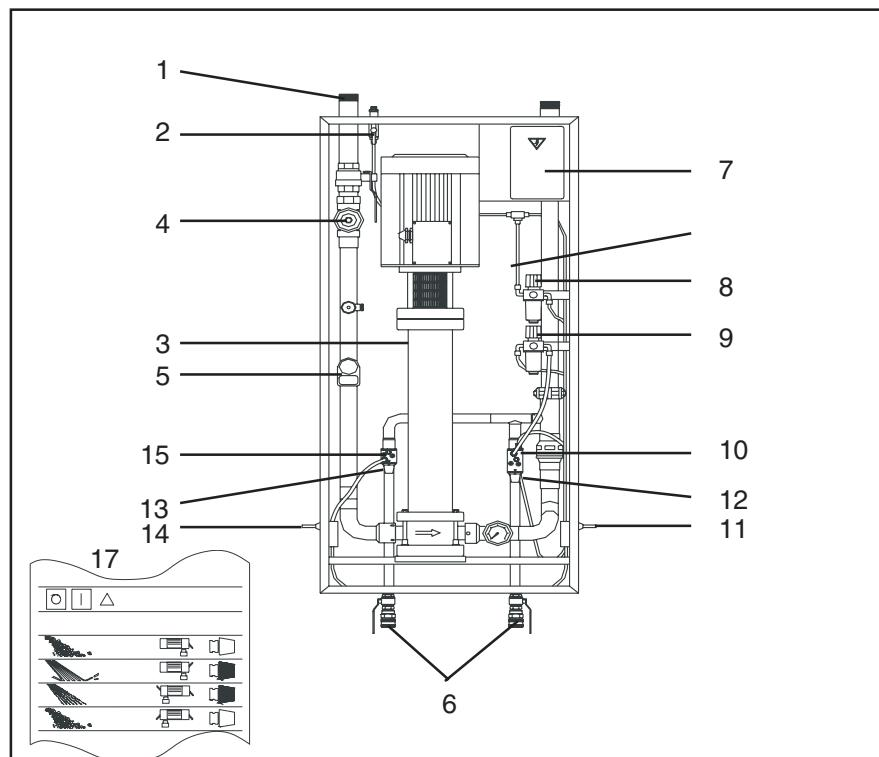

Fig. 6
**S4000 DF, S4000 DFU, S4100 DF, S4100 DFU** (Fig. 6, uden User Pack\*).